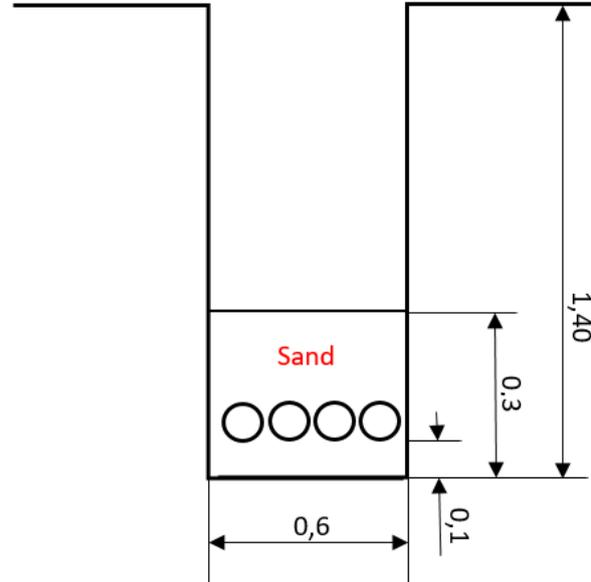

Abbildung 1: Schnittdarstellung Leitungsgraben
4. Leitung oder Schutzrohre mit einer Sandschicht (>20cm) einfüllen, bei Gräben ohne Schutzrohr die Strom-, Gas-, und Telefonleitungen anschließend auf die erste Sandschicht legen und nochmals mit einer Sandschicht (>20cm) abdecken (siehe Abbildung 1).